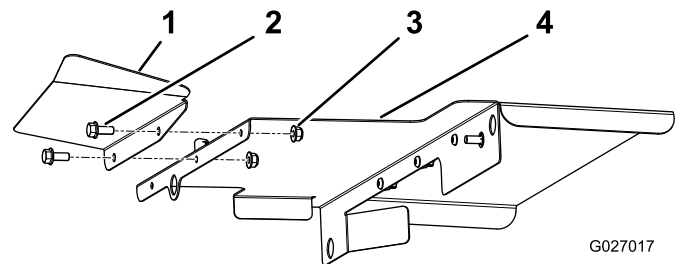

Bild 15
3. Befestigen Sie das rechte Abdeckungsschutzblech an der rechten Abdeckung (Bild 15).